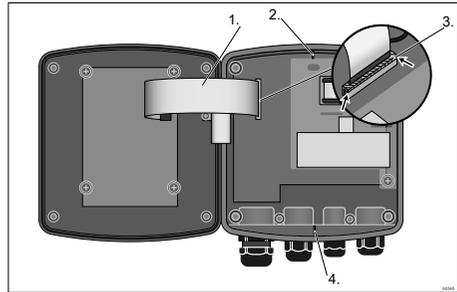

Fig. 39: Détacher le câble plat
La fiche du câble plat est brasée de manière fixe sur la platine. Elle ne peut pas être démontée. Pour détacher le câble plat, le dispositif de verrouillage (3) de la fiche doit être débloqué, voir Voir la Fig. 39